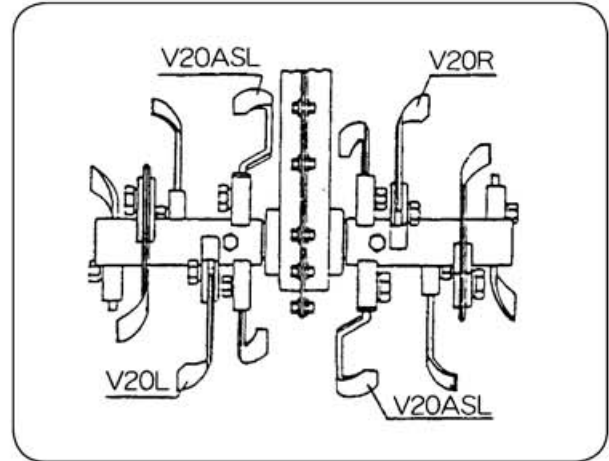

図 53
(8) 溝堀セット45 (図53)
耕うん刃の取付けは図53に示すようにセットしてください。